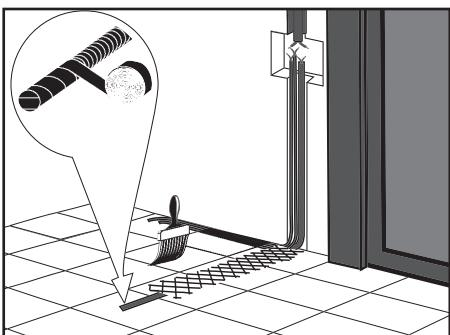

Рис. 13
5) Поместите датчик температуры в трубку, входящую в комплект. Датчик должен располагаться внутри трубы вблизи ее конца. Конец трубы с датчиком, оканчивающейся в полу, плотно загерметизируйте для предотвращения попадания внутрь раствора. Уложите трубку с датчиком в подготовленную канавку и выведите к терморегулятору или распаечной коробке. Радиус изгиба трубы должен быть не менее 5 см (рис. 13).